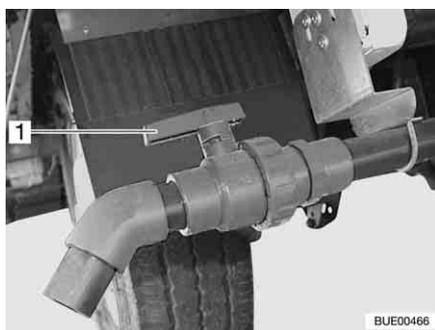

Bild 223 Ablasshahn
- Griff (Bild 223,1) des Ablasshahns in Fließrichtung drehen.